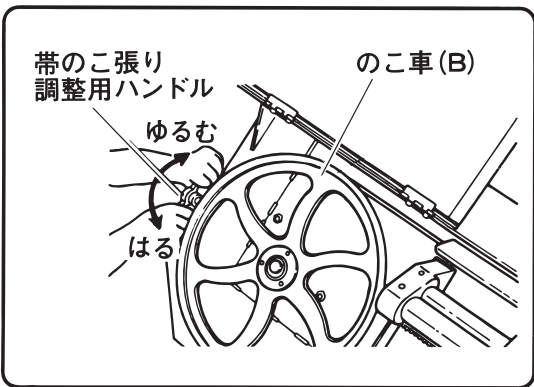

図 19
(8) 帯のこ張り調整用ハンドルを時計方向にまわし、帯のこに張力を加えます。(図19)